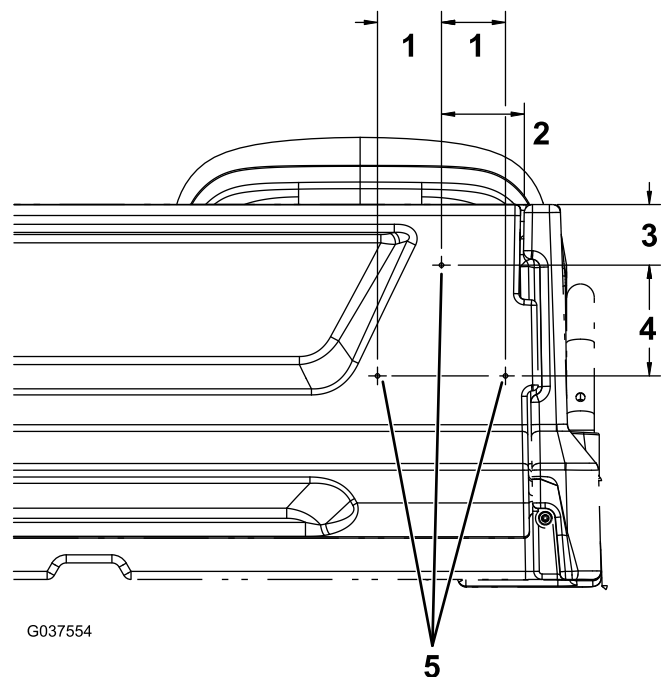

图 13
1. 在尾门的右侧从尾门的右边缘测量出 95mm 从尾门顶部向下测量出 70mm 并标记此位置图 13。
2. 从步骤 1 中标记的孔向下测量出 128mm 然后从此位置向右和向左测量出 74mm 并标记这 2 个位置图 13。
3. 分别在 3 个标记的位置钻一个 5mm 的孔图 13。